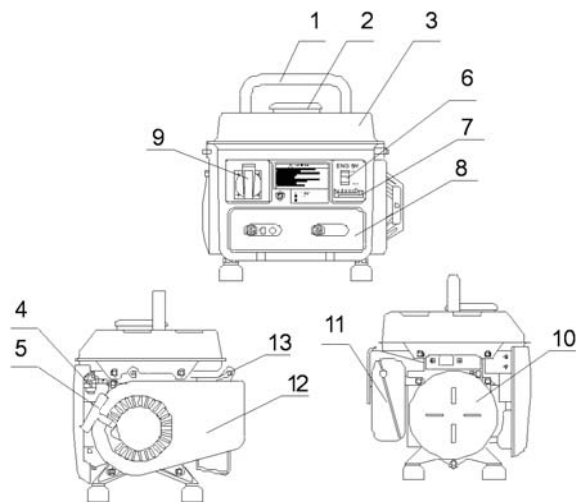

рис. 1
Общий вид генератора схематично представлен на рис. 1
5.4.1 Отключить всех потребителей переменного тока генератора, отсоединить потребителей постоянного тока от розетки **9** (рис. 1).
5.4.2 Открыть топливный кран **4** (рис. 1).
5.4.3 Перевести рычаг управления воздушной заслонкой **7** (рис. 1) в крайнее левое положение при пуске холодного двигателя и в промежуточное при пуске прогретого двигателя.
5.4.4 Перевести выключатель двигателя **6** (рис. 1) в отключённое положение.